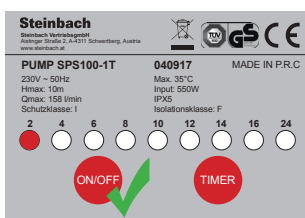

Abbildung 8 /
2. Drücken Sie solange den „Timer“ Knopf bis die LED „6“ aufleuchtet. (Abbildung 8)